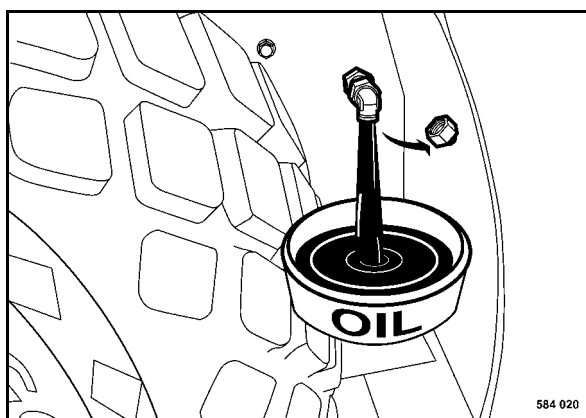

Fig. 102
- Desenroscar el tornillo de descarga (Fig. 102) y recoger el aceite usado saliendo.